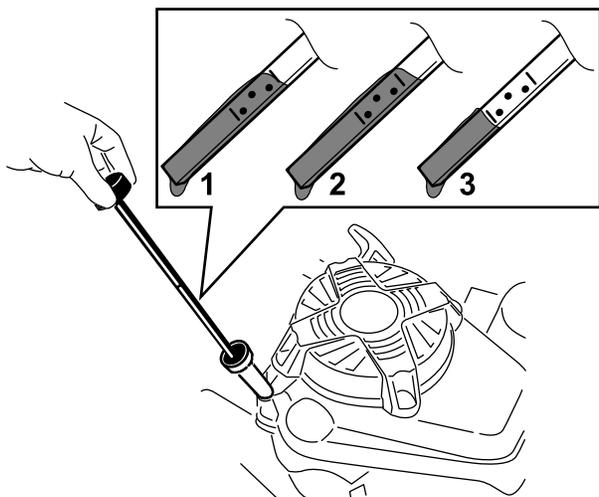

Figura 13
2. Retire a vareta rodando-a no sentido contrário ao dos ponteiros do relógio e puxando-a para fora (Figura 13).
5. Leia o nível de óleo na vareta (Figura 13).
- Se o nível de óleo na vareta estiver demasiado baixo (Figura 13), deite cuidadosamente uma pequena quantidade de óleo detergente SAE 30 ou SAE 10W-30 para o tubo de enchimento de óleo, aguarde 3 minutos e volte a repetir os passos 3 a 5 até o nível de óleo na vareta estar no nível correto. Verifique o tipo de óleo, consulte Substituição do óleo do motor \(página 20\).
- Se o nível de óleo na vareta estiver demasiado alto (Figura 13), drene o óleo em excesso até que o nível de óleo na vareta se encontre no nível correto; consulte Substituição do óleo do motor \(página 20\).